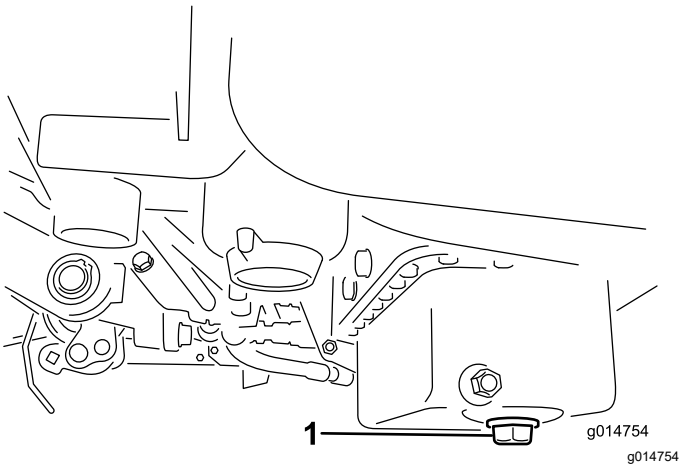

图 35
1. 拆下排油塞、让油流入放油盘。油不再流时、安装排油塞 图 35。